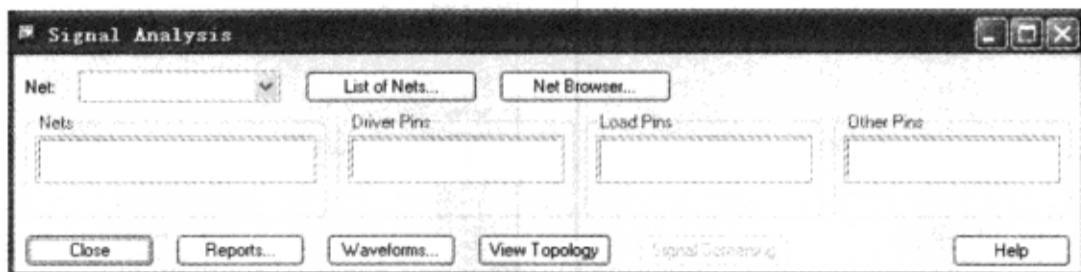

图 5-3-11 “Signal Analysis”对话框
(1) 在“Allegro PCB SI XL”窗口执行菜单命令“Analyze”→“SI/EMI Sim”→“Probe”，弹出“Signal Analysis”对话框，如图 5-3-11 所示。